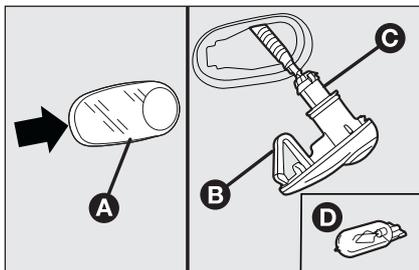

fig. 24
- agire sul trasparente **A**-fig. 24 in modo da comprimere la molletta interna **B**, quindi sfilare il gruppo verso l'esterno;